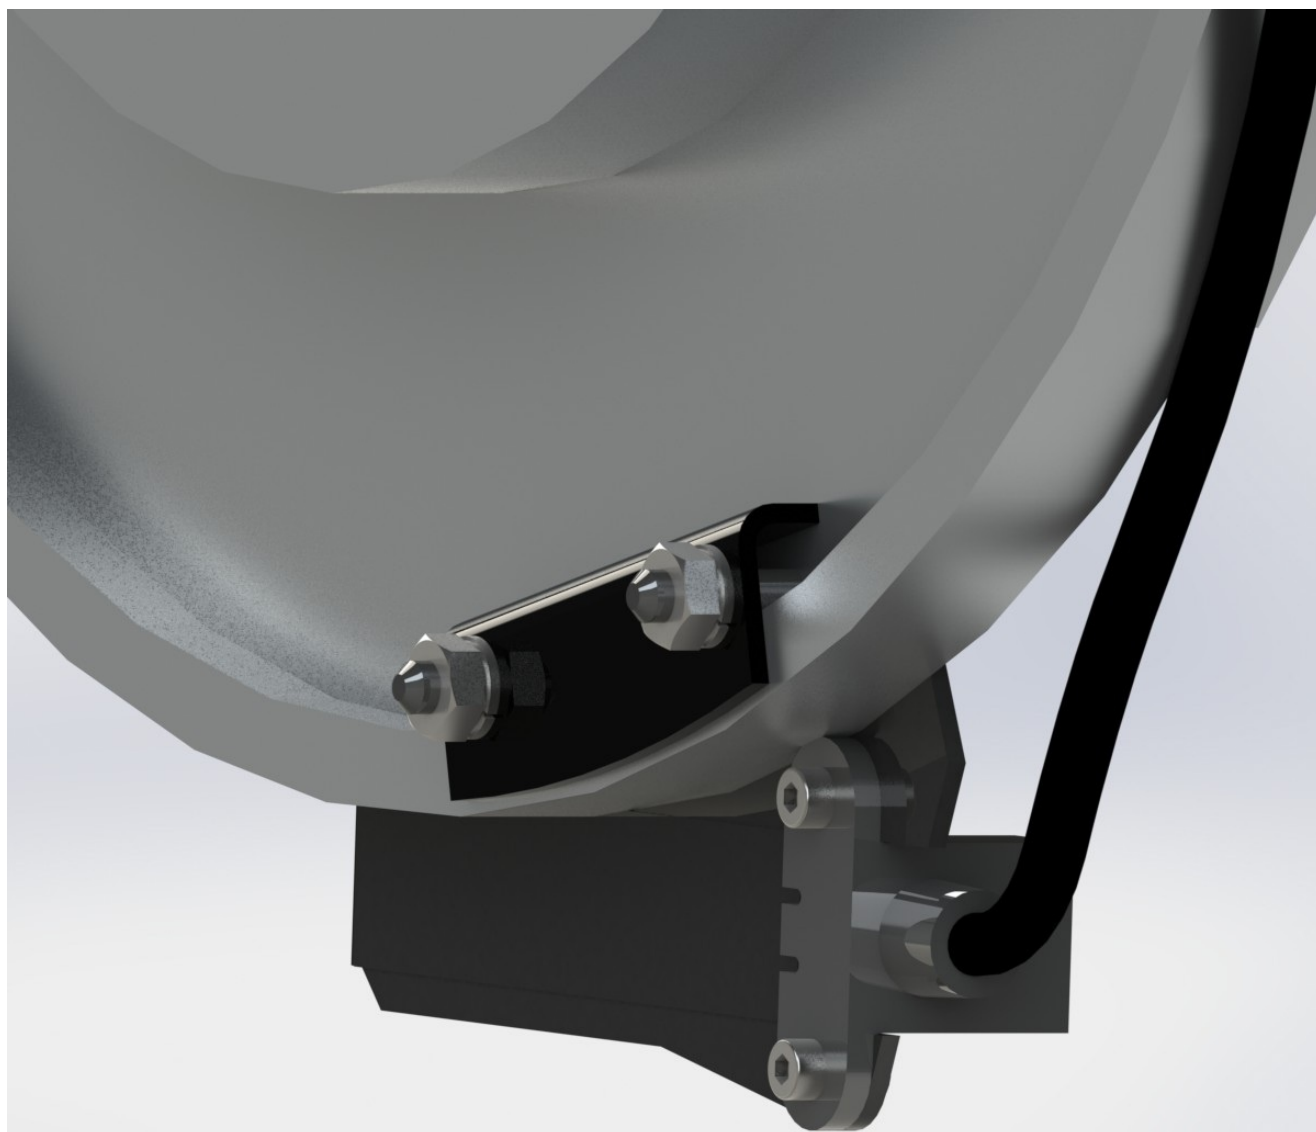

рис.3
- снаружи крышки на шпильки датчика надеть дистанционную шайбу (ДВ 04.012.001 идет в комплекте) (приложение 2) и зажать самостопорящимися гайками М4. (рис. 3)